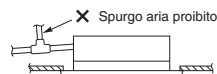

Fig. 3-11
- Non installare un ugello di spurgo dell'aria, dato che questo può causare lo spruzzo di acqua dall'uscita della tubazione di scarico. (Fig. 3-11)